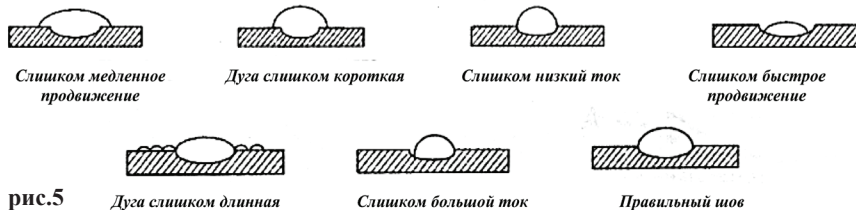

рис.5
6.8 Параметры сварочных швов (см.рис.5)